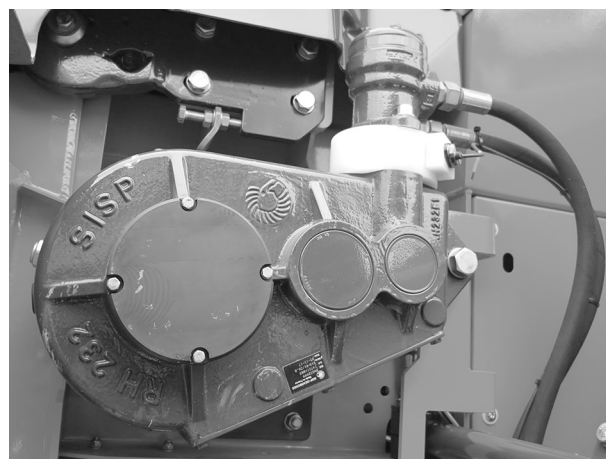

Fig. 91: Verificați motorul benzii transportoare
- motorul hidraulic pentru acționarea benzii transportoare, Fig. 91 *Verificați motorul benzii transportoare*